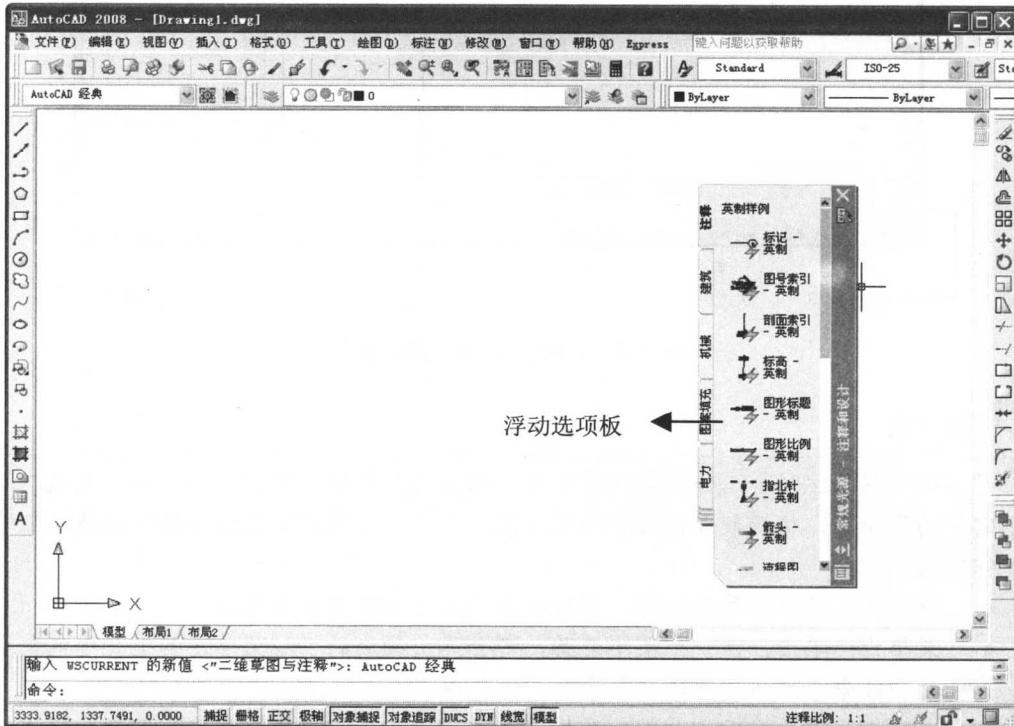

图 1.4 AutoCAD 经典工作空间界面
- (5) 此时操作界面如图 1.4 所示。这是 AutoCAD 经典工作空间操作界面，显示的是绘制二维图形使用最频繁的工具按钮和面板。